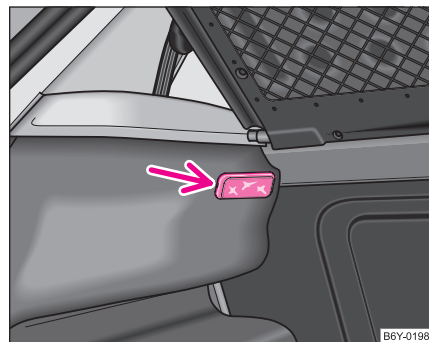

Abb. 185 Gepäckraumleuchte ausbauen
- Setzen Sie einen Schraubendreher in den Schlitz neben der Leuchte ein → Abb. 185. Leuchte vorsichtig heraushebeln.